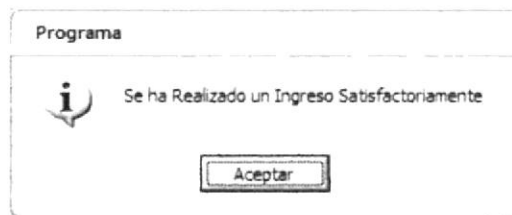

Figura 3.69 Mensaje de Ingreso de Grupo
5. Si se ha realizado el ingreso aparecerá el mensaje (Ver figura 3.69)